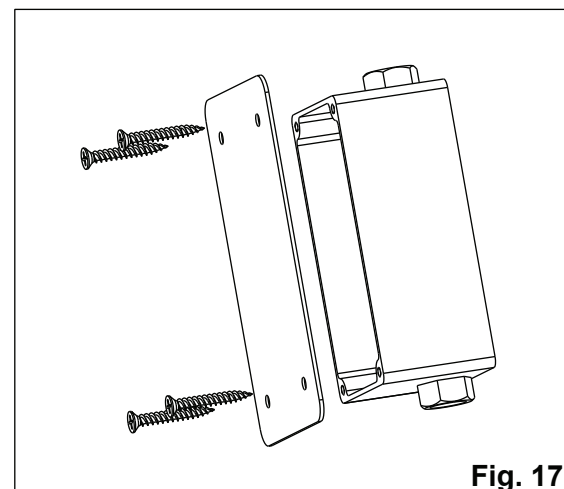

Fig. 17
23. Install mounting box cover using four screws (supplied). *See Figure 17.*
23. Installez le couvercle du boîtier d'assemblage à l'aide de quatre vis (fournies). *Voir la figure 17.*